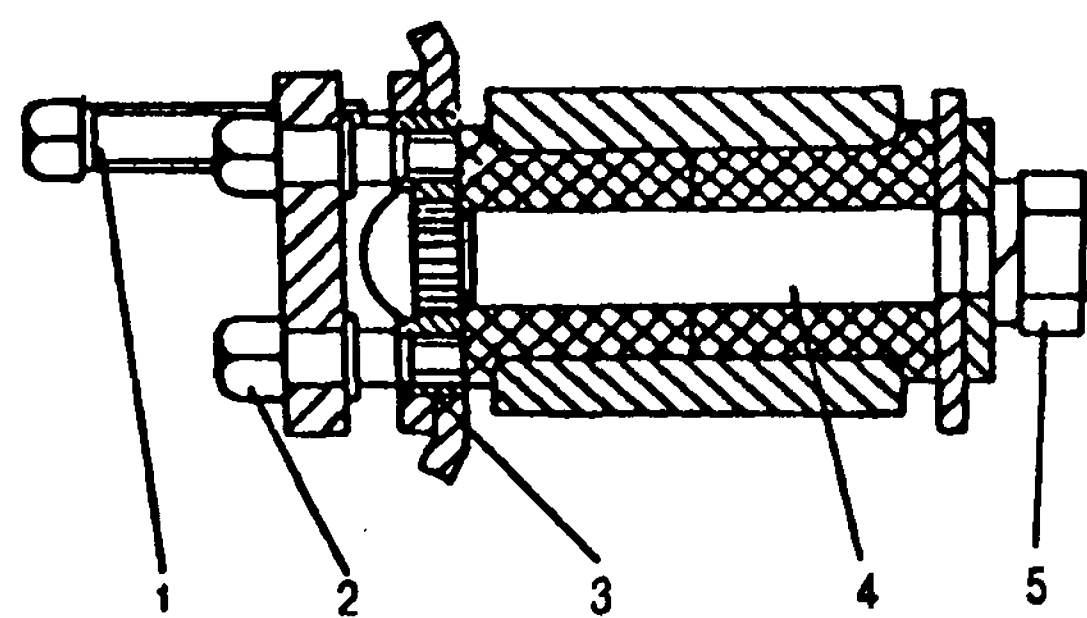

Рис. 9.21. Съемник пальца переднего кронштейна рессоры: 1 и 2 винты; 3 - шайба; 4 - палец; 5 - гайка
Рис. 9.21. Установка стабилизатора заднего моста: 1 - штанга стабилизатора с сайлентблоками в сборе; 2 - подушка штанги; 3 - скоба крепления подушки; 4 - болт крепления скобы; 5 - шайба пружинная; 6 - болт крепления штанги стабилизатора к кронштейну заднего моста; 7 - гайка болта; 9 - приварной кронштейн заднего моста; 10 - балка заднего моста
5. Выпрессовать палец 4 (рис. 9.21) переднего конца рессоры следующим образом: